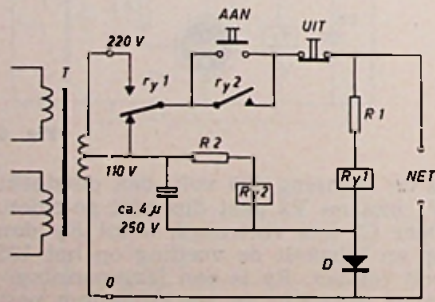

Fig. 8
E. L. H. Nuver te Delft vond een oplossing die ook wel attractief lijkt (fig. 8). Wij citeren: